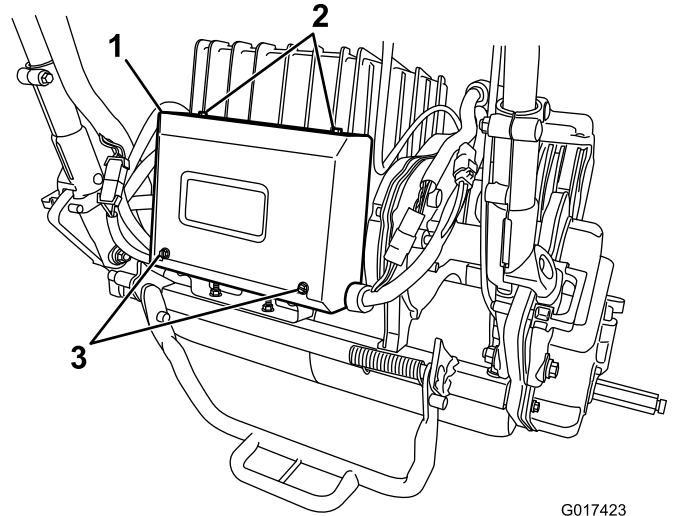

图41
2. 拆下电器箱上的 2 颗后部螺丝松开 2 颗上部螺丝然后拿開箱盖**图41**。